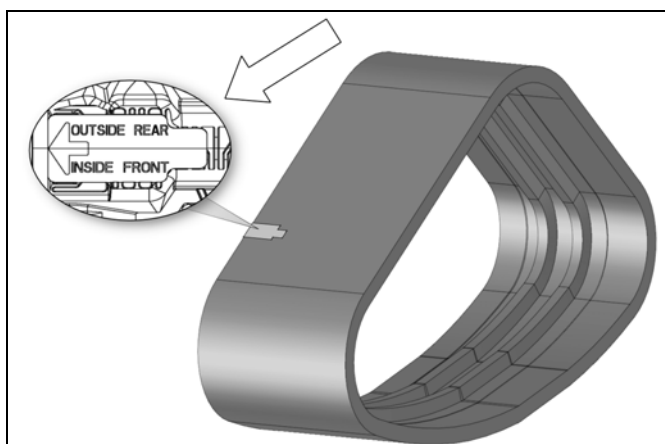

Figure 34
- Suivre l'indicateur moulé à la chenille pour installer la chenille au bon sens. Voir la Figure 34.